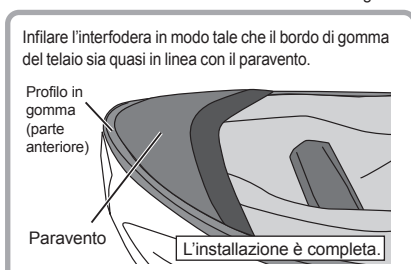

Fig. 4
4. Infilare l'interfodera in modo tale che il bordo della gomma del telaio sia quasi in linea con il paravento per completare il fissaggio (Fig. 4).